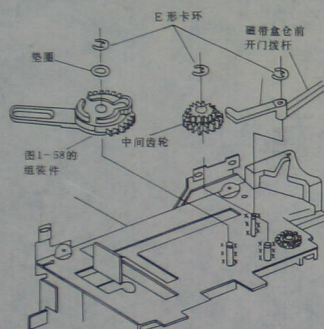
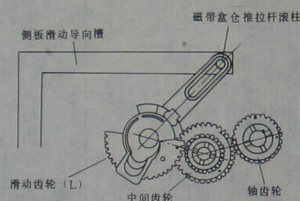

图 1-62 磁带盒仓左侧各个齿轮的组装 (1)
图 1-63 磁带盒仓左侧各个齿轮的组装 (2)
6) 参看图 1-62、图 1-63, 组装磁带盒仓左侧的各个齿轮。